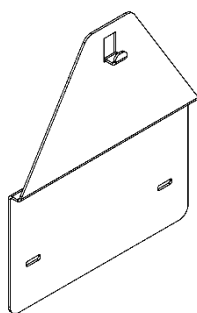

Рисунок 6.
7.2.3. При установке аппарата на место, где ранее был установлен аппарат марки «NEVA» или «BaltGaz», который крепился к стене с помощью двух крючков, можно выкрутить данные крючки и использовать отверстия для установки переходной планки (см. рис. 6). Переходная планка 124610-00.050 позволяет смонтировать аппарат с использованием уже имеющихся крепёжных отверстий в стене. Переходная планка приобретается отдельно в фирменных магазинах или на сайте baltgaz.ru.